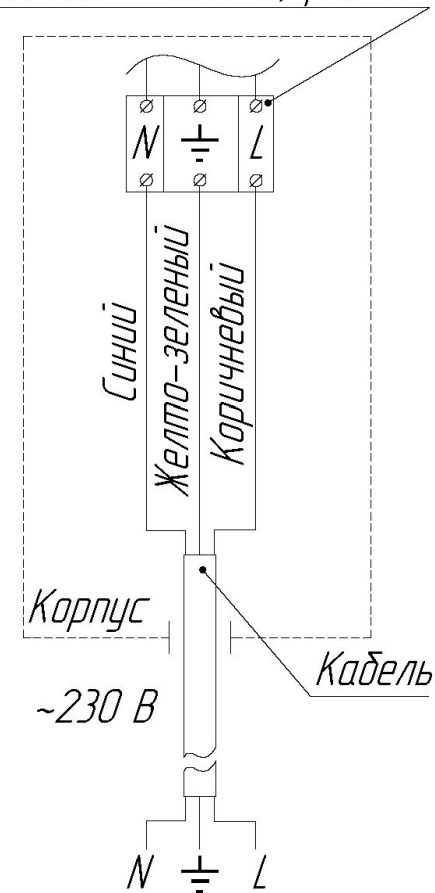

Рисунок 1.
- 4.2.2 Завести питающий кабель через сальник, ввести в корпус светильника и присоединить линейный, заземляющий и нейтральный проводники к клеммным зажимам согласно маркировке (см. рисунок 1); кабель зафиксировать скобой.